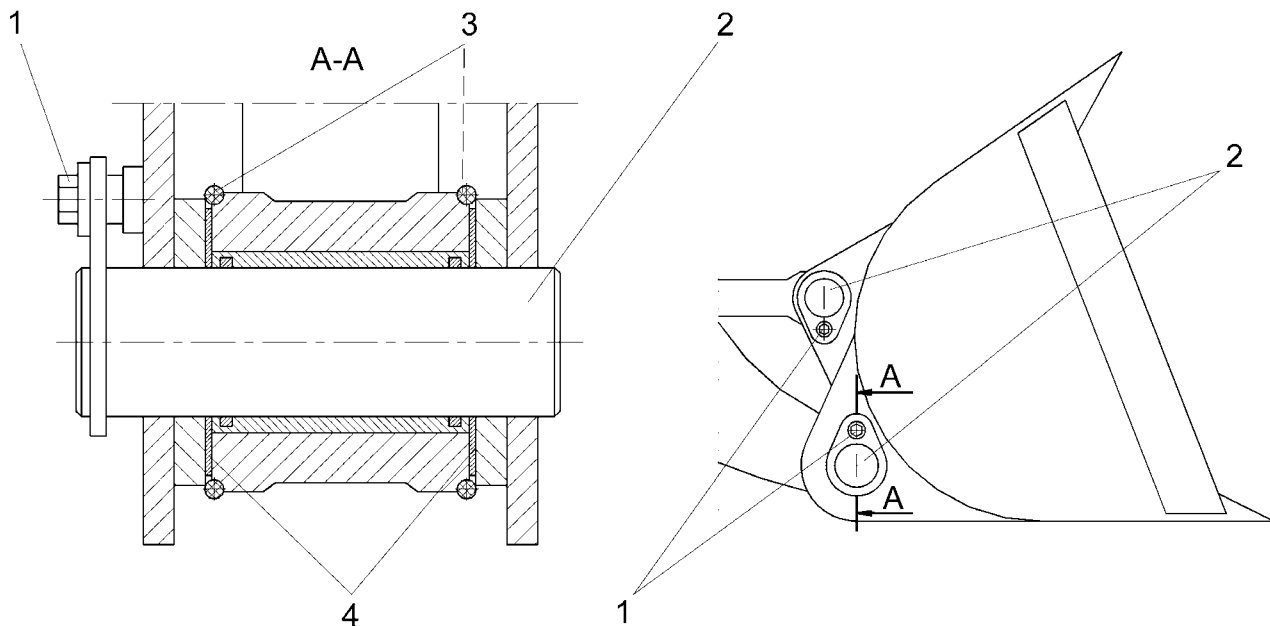

Рис.5.54. Монтаж ковша
6. При необходимости следует долить в коробку передач масло до требуемого уровня. Доливка производится через маслозаливную горловину коробки передач (Рис. 5.54.), с которой предварительно необходимо свинтить пробку. Масло должно быть видно в смотровом окошке. Смотри таблицу “КАРТА СМАЗКИ МАШИНЫ”.